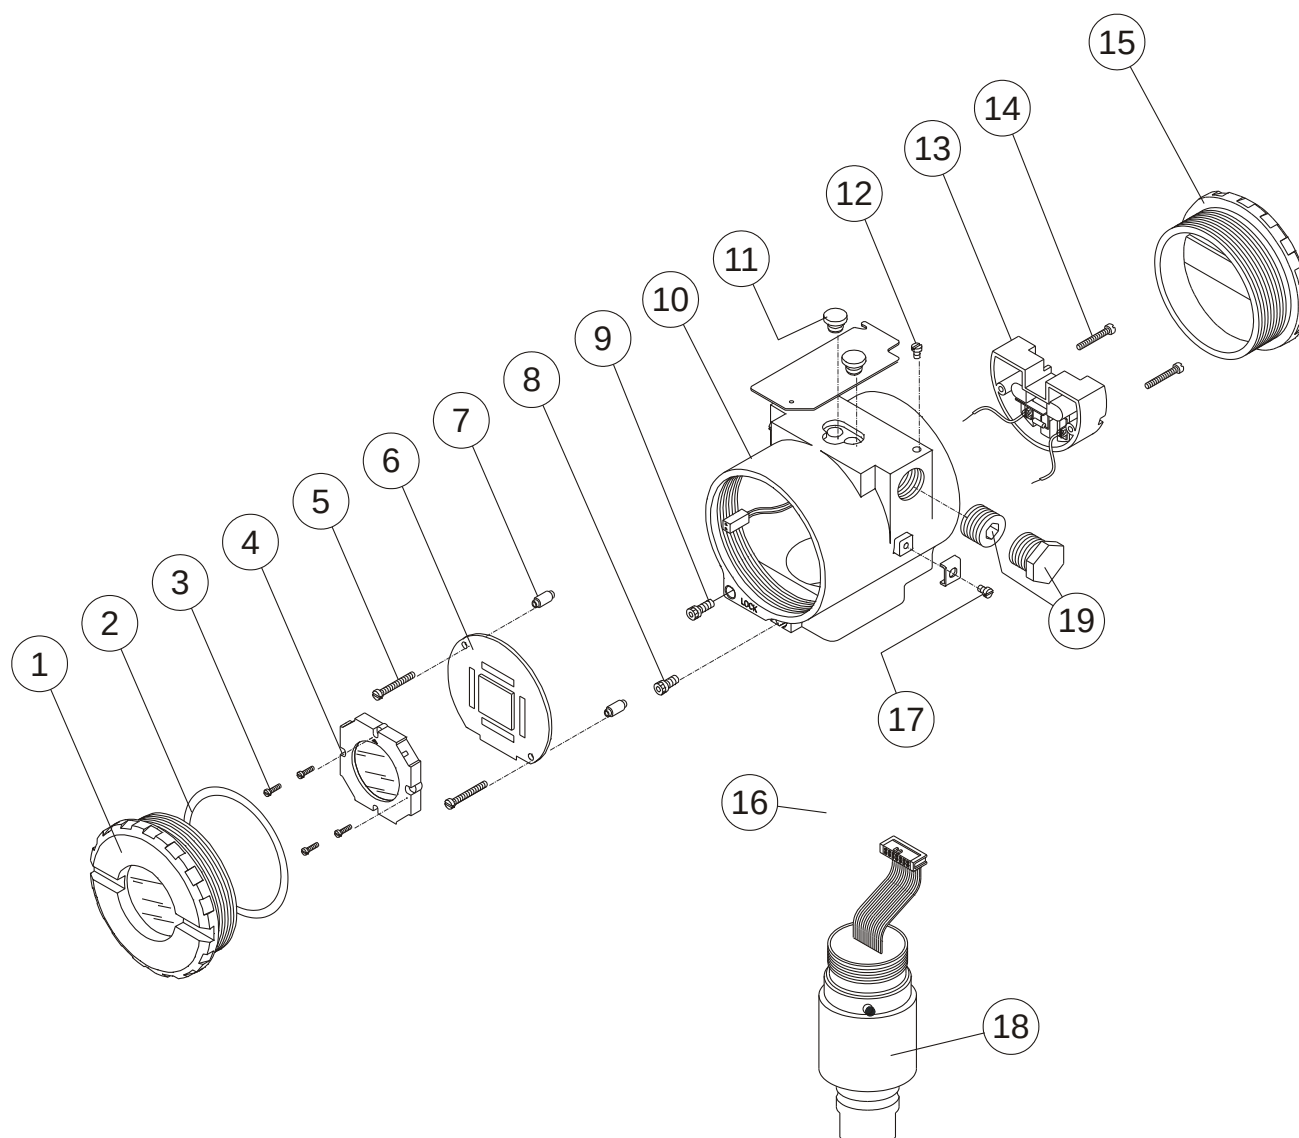

Figura 5.3 – Vista Explodida do LD291
Atravesse os parafusos (5) nos furos da placa principal (6) e dos espaçadores (7) conforme mostra a Figura 5.3 e aparafuse-os na carcaça.